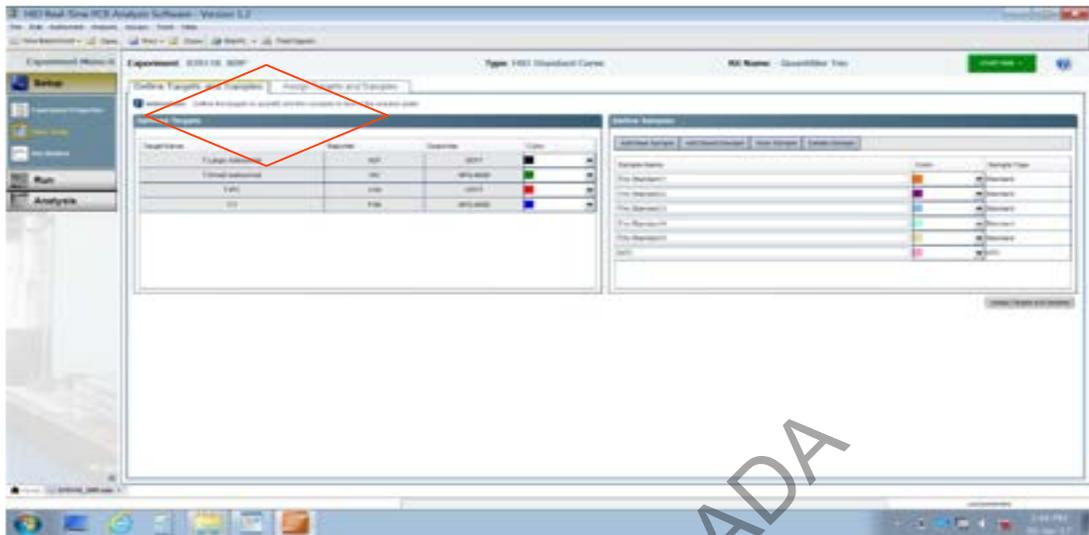

Figura 9. Configuración y opciones para el ingreso de datos
7.2.12 Seleccione la opción **Plate Setup** en el menú del programa, parte izquierda. (ver figura 9)